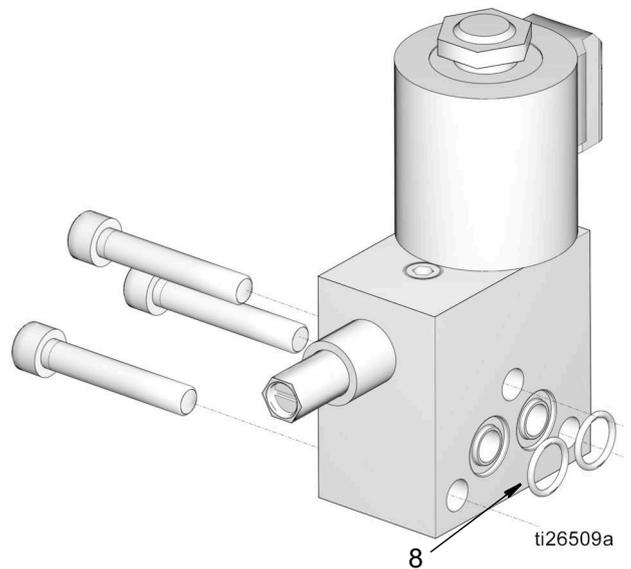

図 4
7. O リング (8) にグリースを塗布し O リングをベントバルブブロックに取り付けます。図 4 を参照してください。